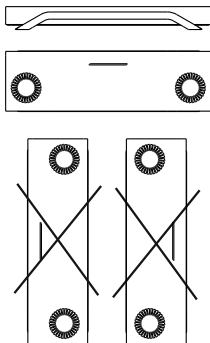

Fig. 1
- 6.3. La figura "Fig. 1" muestra las posiciones de funcionamiento permitidas del dispositivo.